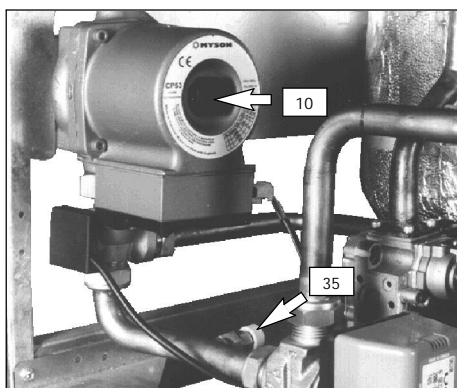
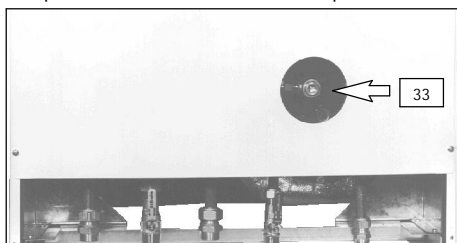
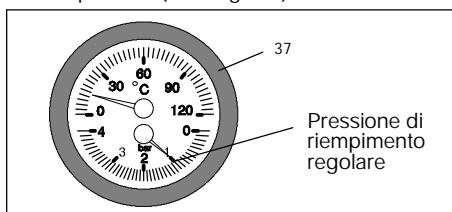

fig. 4.4
fig. 4.6
fig. 4.7
- 6 Allentare il rubinetto di svuotamento circuito riscaldamento (35 in fig. 4.4) posto sul tubo di entrata al circolatore riscaldamento.
9 Aprire lentamente il rubinetto di riempimento del circuito di riscaldamento (33 in fig. 4.6) e chiudere il rubinetto di svuotamento circuito riscaldamento (35 in fig. 4.4) quando da quest'ultimo inizia ad uscire acqua.
me in fig. 4.7 quindi chiudere il rubinetto di riempimento (33 in fig. 4.6).
12 Procedere allo sfiato dell'aria nel circolatore allentando il tappo (10 in fig. 4.4). Nel caso sia necessario eseguire lo sblocco del circolatore, tirate il tappo del circolatore verso di voi e ruotatelo nel senso indicato dalla freccia apposta sulla targhetta.
15 Completare il riempimento fino a portare l'indicazione del termomanometro (37) come in fig. 4.7 quindi chiudere il rubinetto di riempimento.